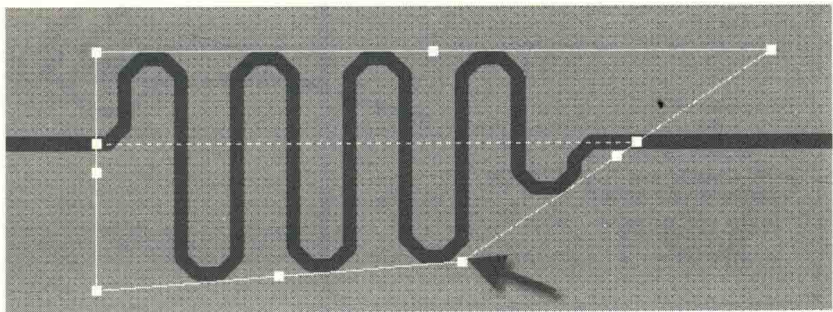

图 9-109 蛇形线的调整
(5) 在完成一段蛇形走线后，如果对所走线不满意，可以单击此段蛇形线，出现复选框，可以根据复选框中的白色“小点”进行形状的拉伸调整，如图 9-109 所示。